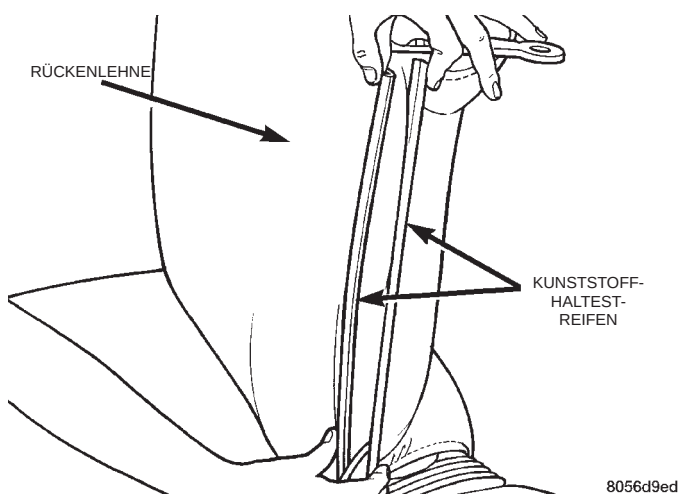

Abb. 8 Haltestreifen des Sitzbezugs
(6) Kunststoff-Haltestreifen unten an der Rückenlehne lösen (Abb. 8).